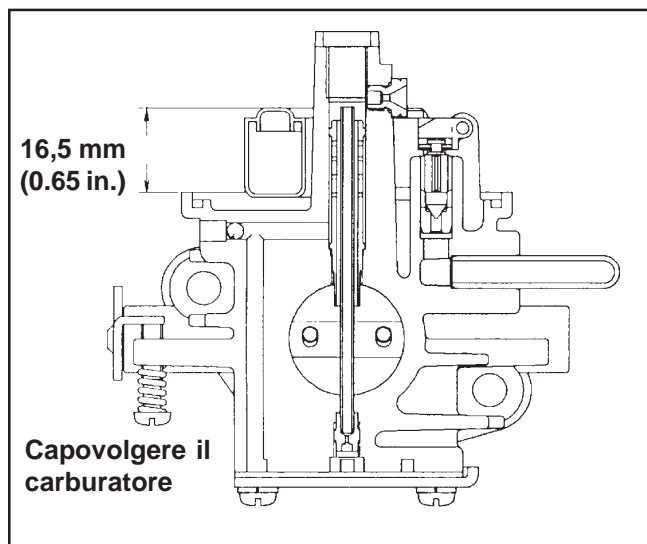

Figura 5-6. Livello corretto del galleggiante.
6. Capovolgere il corpo del carburatore e controllare il livello del galleggiante come illustrato in Figura 5-6. Con la valvola dello spillo del galleggiante completamente a battuta, la distanza tra corpo e galleggiante deve essere 16,5 mm (0.65 in.) come indicato. Non tentare di regolare piegando la linguetta; sostituire il galleggiante con un kit qualora il livello sia errato.